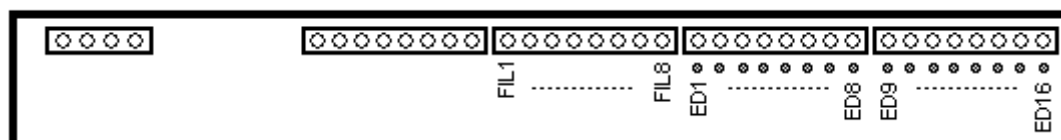

Figura 9
- los pulsadores de llamada, en los terminales FIL1 a FIL8 (Figura 9). Cada terminal tiene un filtro pasivo y otro por software, por lo que no se reconocen mandos muy breves de un pulsador